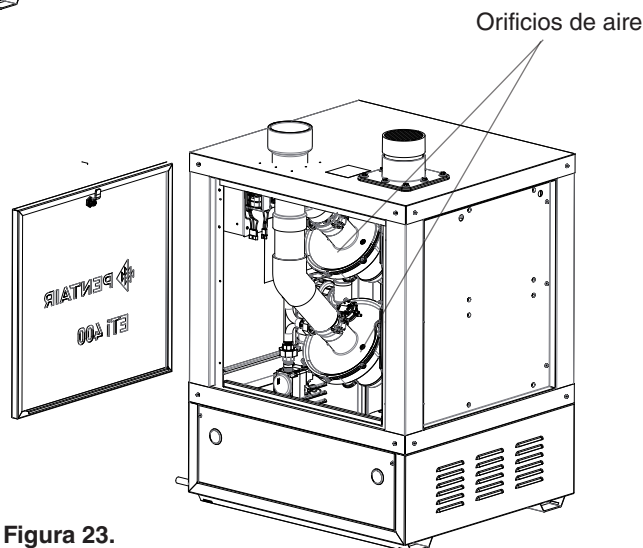

Figura 23.
6. Empuje el ensamblaje de entrada de aire en los orificios de aire. Nota: Asegúrese de que la parte superior del codo sea concéntrica al orificio de entrada de aire en el panel superior (vea la Figura 23).